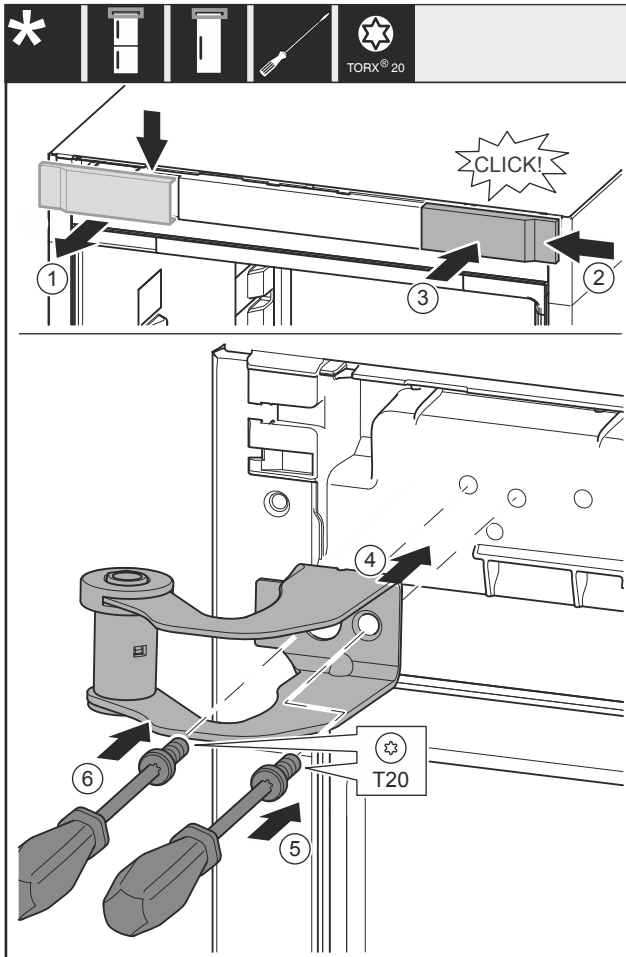

Fig. 20
- ▶ Abdeckung Fig. 20 (1) von oben nach vorne abnehmen.
- ▶ Abdeckung Fig. 20 (2) um 180° gedreht auf der anderen Seite von rechts einhängen.
- ▶ Abdeckung Fig. 20 (3) einrasten.
- ▶ Oberen Lagerbock Fig. 20 (4) ansetzen.
- ▶ Schraube Fig. 20 (5) festdrehen.
- ▶ Schraube Fig. 20 (6) festdrehen.